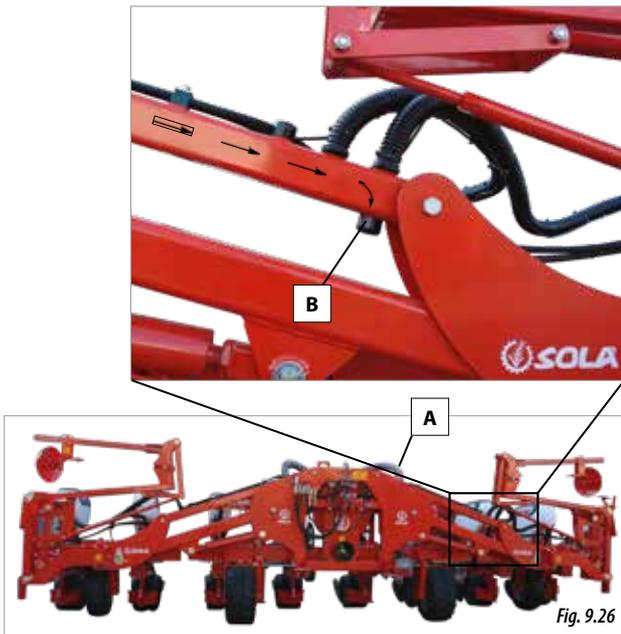

Fig. 9.26
- 2- Rimuovere il tappo inferiore del polmone di aspirazione delle parti pieghevoli (B, Fig. 9.26).
- 4- Riposizionare il tappo (B, Fig.9.26) e collegare il condotto di aspirazione (A, Fig. 9.26).